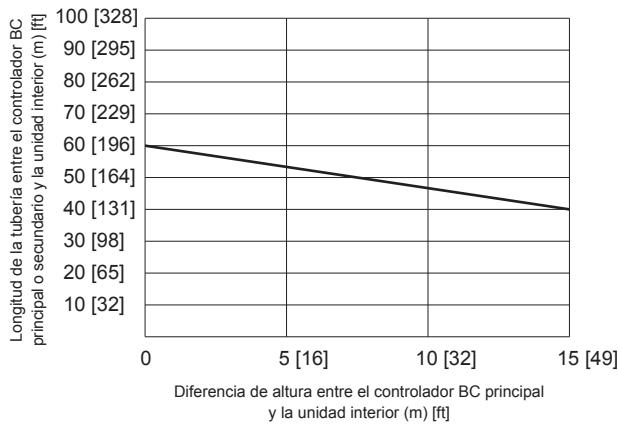

Fig.1
*2 Consulte la Fig. 1. (Sin embargo, cuando están conectados los modelos de unidad interior P72 o P96, la distancia máxima permitida entre el controlador BC y la unidad interior más alejada es de 40 m.)
*3 Cuando la longitud de la tubería o la diferencia de altura excede la restricción especificada en la Fig. 1, conecte un controlador BC secundario al sistema. La restricción de un sistema con un controlador BC secundario se muestra en la Fig. 2. Cuando una configuración de sistema determinada cae dentro del área sombreada en la Fig. 2, aumente el tamaño de la tubería de alta presión y la tubería de líquido entre el controlador BC principal y el secundario una talla. Cuando se utilizan los modelos de unidades interiores P12, P15, P18, P36 o P48, aumente el tamaño de la tubería de líquido bifurcada entre el controlador BC secundario y la unidad interior una talla. Cuando utilice el modelo P54 o un modelo de unidad interior más grande, no puede superar la restricción que se muestra en la Fig. 1.
*12 El controlador BC secundario no se puede utilizar en (B).